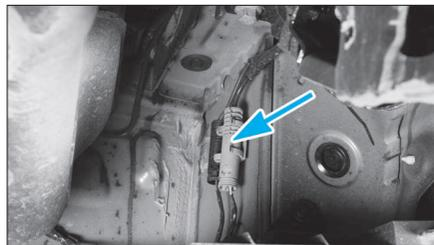

FIG. 31
- Déconnecter le câble du capteur de vitesse des roues (Fig.31) (connecteur bleu).